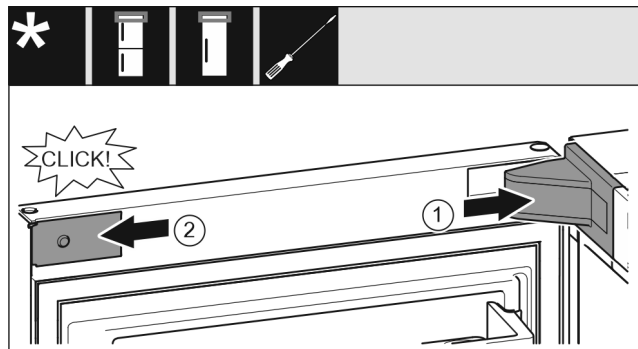

Fig. 22
- ▶ Påsæt hængselsafdækningen Fig. 22 (1), så den går i indgreb, og pres den evt. forsigtigt fra hinanden.
- ▶ Påsæt panelet Fig. 22 (2) på siden, så det går i indgreb.